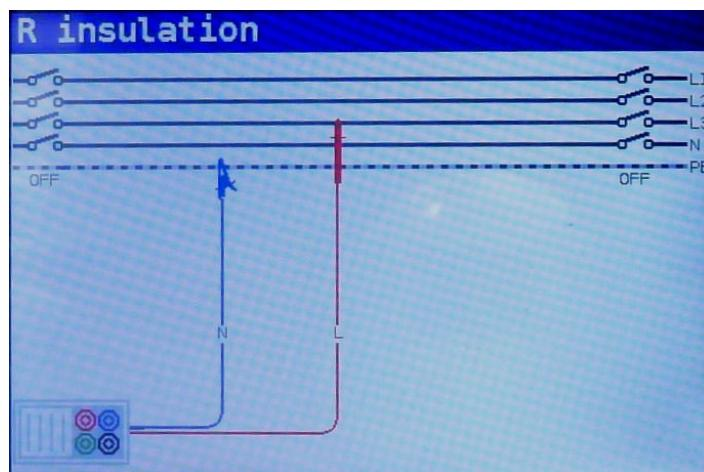

Abbildung 5-2 : Anschluss des Universalprüfkabels
Schritt 3 Vergewissern Sie sich, dass an dem zu prüfenden Gegenstand keine Spannungen anliegen. Schließen Sie die Messleitungen an das VOLTCRAFT IST 1000 / 3000 an. Schließen Sie die Prüfkabel an den zu prüfenden Gegenstand an. (siehe Abbildung 5.2), um die Isolationswiderstandsmessung durchzuführen.